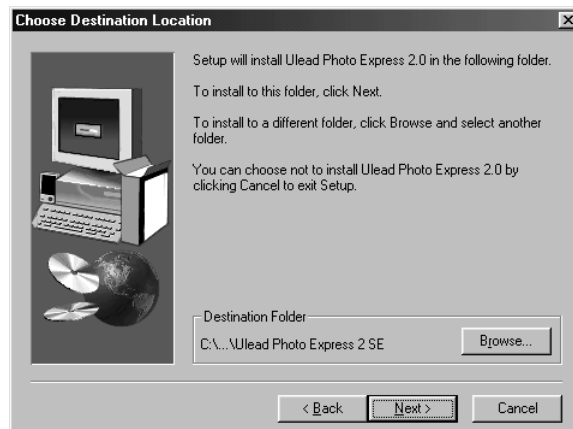

Figure 17 : installation de PhotoExpress 2.0
8. Cliquez sur 'Next'. La Figure 17 est affichée.